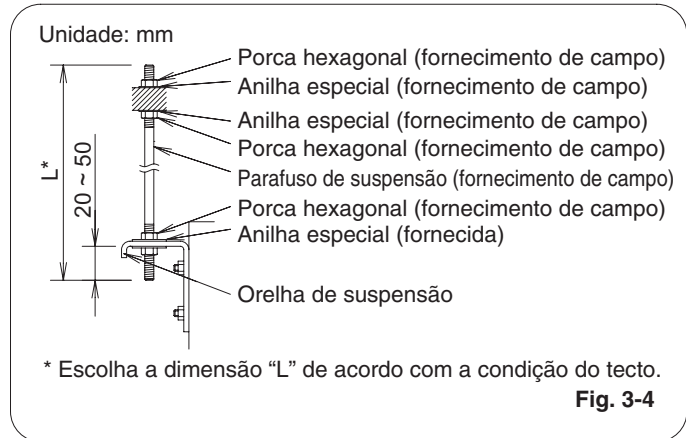

Fig. 3-4
- (3) Suspenda e fixe a unidade interior utilizando 2 porcas hexagonais (fornecimento de campo) e anilhas especiais (fornecidas com a unidade) como mostrado na Fig. 3-4.